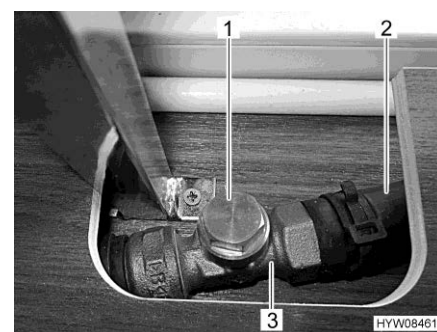

Fig. 163 Valvola (aperta)
- Afferrare la tubatura di bypass (Fig. 163,2) dietro la valvola (Fig. 163,3). Il tubo flessibile deve essere tiepido.